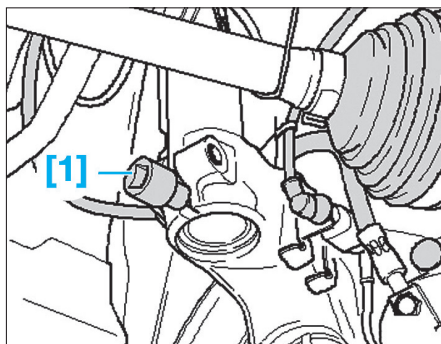

Fig. 8
- Écarter l'ouverture du pivot à l'aide de l'outil adapté [1] que l'on tournera de 90° (Fig.8).